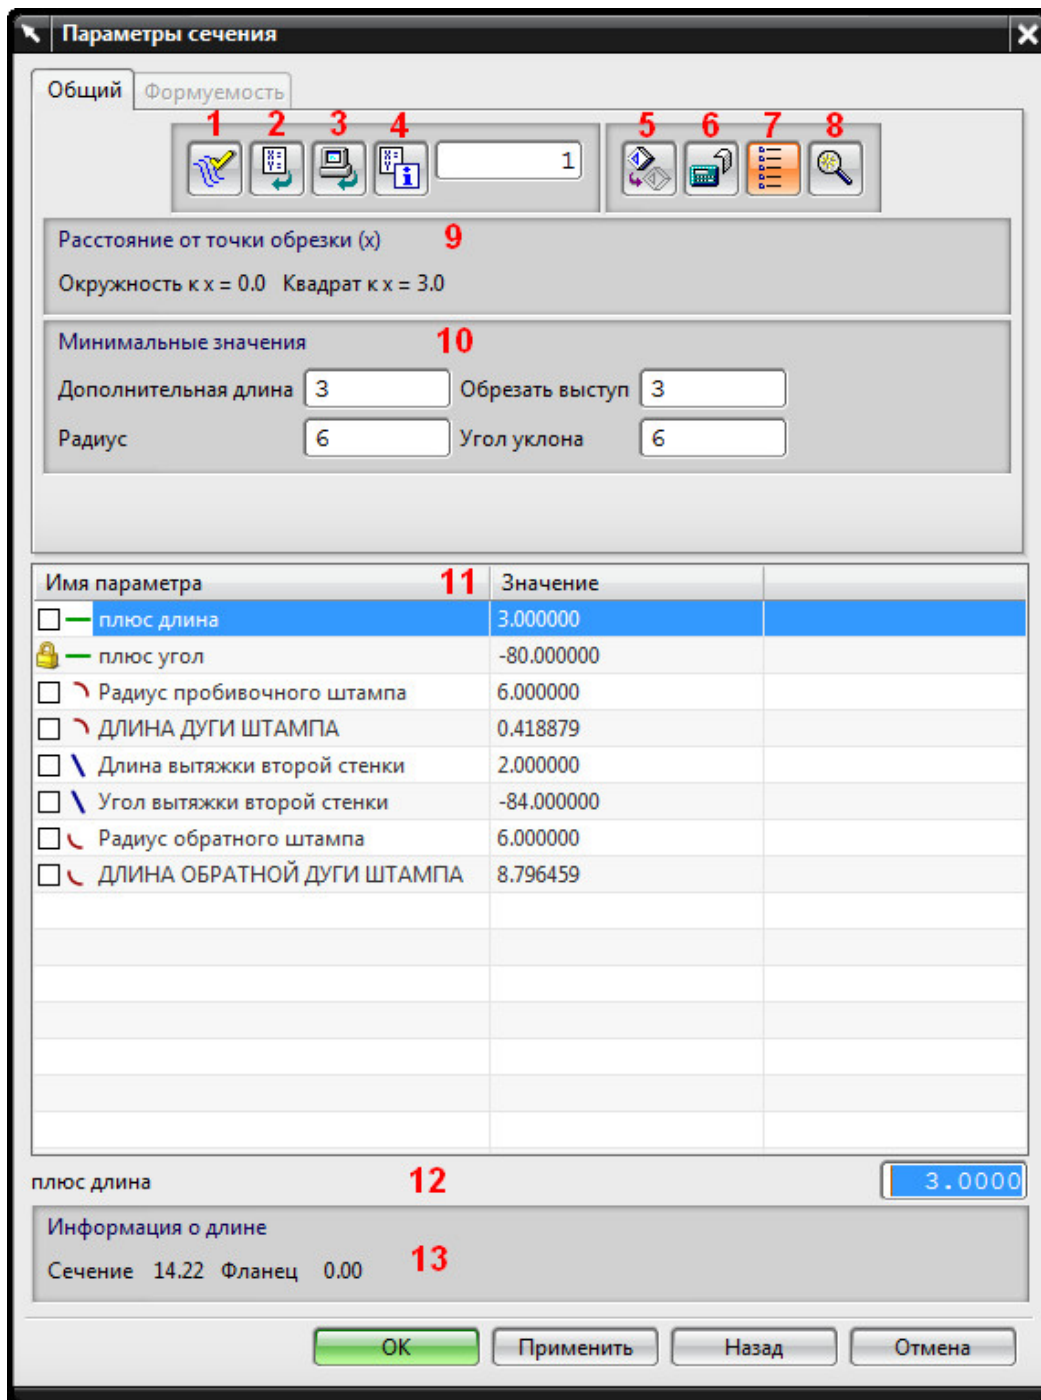

Рис. 5.50. Окно Параметры сечения
- 5 – кнопка **Параметры**, при нажатии вызывает окно **Параметры сечения** (рис. 5.50) для редактирования сечения;
Если пользователь указывает тип построения сечения **В точке** или **На плоскости**, форму сечения он может выбрать из представленных в приложении **Die Engineering ОК**, откроется окно **Параметры сечения**. В рабочем окне при этом будет отображено проектируемое сечение. Пользователь может выбрать какой-либо из сегментов сечения, при этом появятся стрелки динамического изменения размеров сечения, управляя которыми пользователь вручную указывает размеры и положение сегмента. Для прямолинейных участков предлагается изменение длины и угла, для радиусных частей сечения – радиус и угол сектора. Интерфейс окна диалога представлен на рис. 5.50. В окне расположены две закладки **Общий** и **Формуемость**, а также следующие элементы: